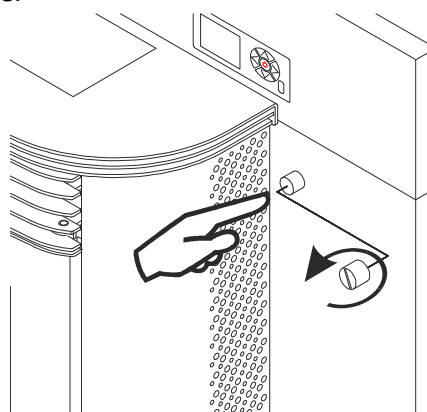

Figura 29
- 6.11. Motore riduttore non giri.** Con la stufa scollegata, controlli il termostato di sicurezza che si trova all'interno della stufa. Per attivarlo si deve svitare il coperchio e spingere il bottone se fosse necessario, se il termostato è attivato si sentirà un "clic". Se il termostato di sicurezza era già stato attivato in precedenza, è bene consultare il distributore. Nei modelli ad incasso Eco I e Eco II (figura 29), lo troviamo nella parte frontale, sotto la tastiera. Dobbiamo svitare il coperchio che lo protegge.